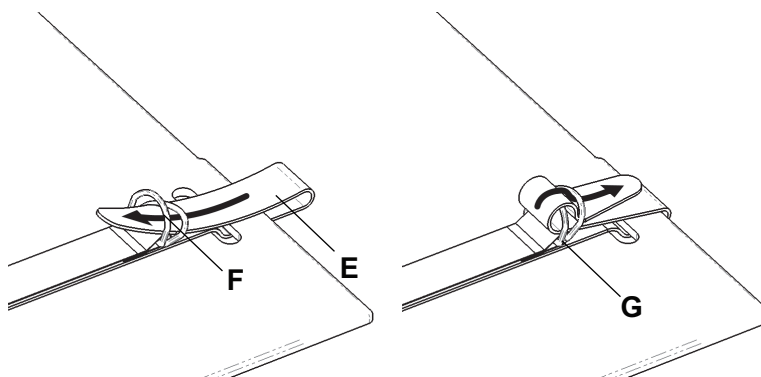
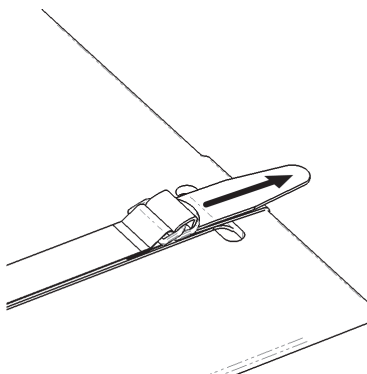

Figura 3 – Correa de fijación
Figura 4 – Tire de la correa de fijación
9. Pase la correa de fijación (E) a través de los anillos en «D» (F) (Figura 3).
10. Haga cruzar la correa de fijación entre los anillos en «D» (G) (Figura 3). Tire de la correa de fijación hasta que quede segura (Figura 4).